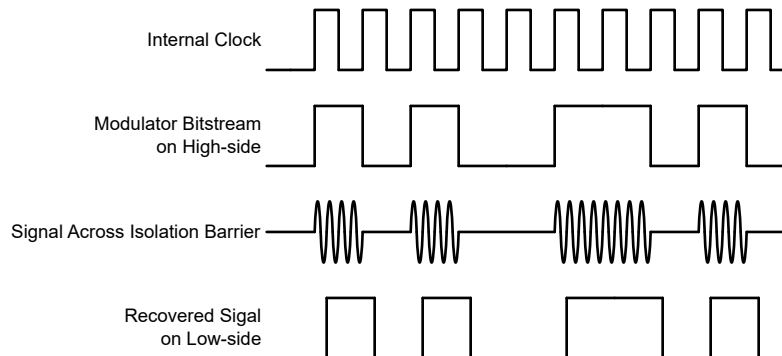

図 7-1. OOK ベースの変調方式
図 7-1 に示されているように、AMC0x30D は、オン / オフ キーイング (OOK) 変調方式を使用して、変調器の出力ビットストリームを、 SiO_2 ベースの絶縁膜間で伝送します。送信ドライバ (TX) をに 機能ブロック図 示します。TX は、内部で生成された高周波キャリアを絶縁バリア越しに送信し、デジタル 1 を表現します。ただし、TX はデジタル 0 を表す信号を送信しません。AMC0x30D で使用されるキャリアの公称周波数は 480MHz です。